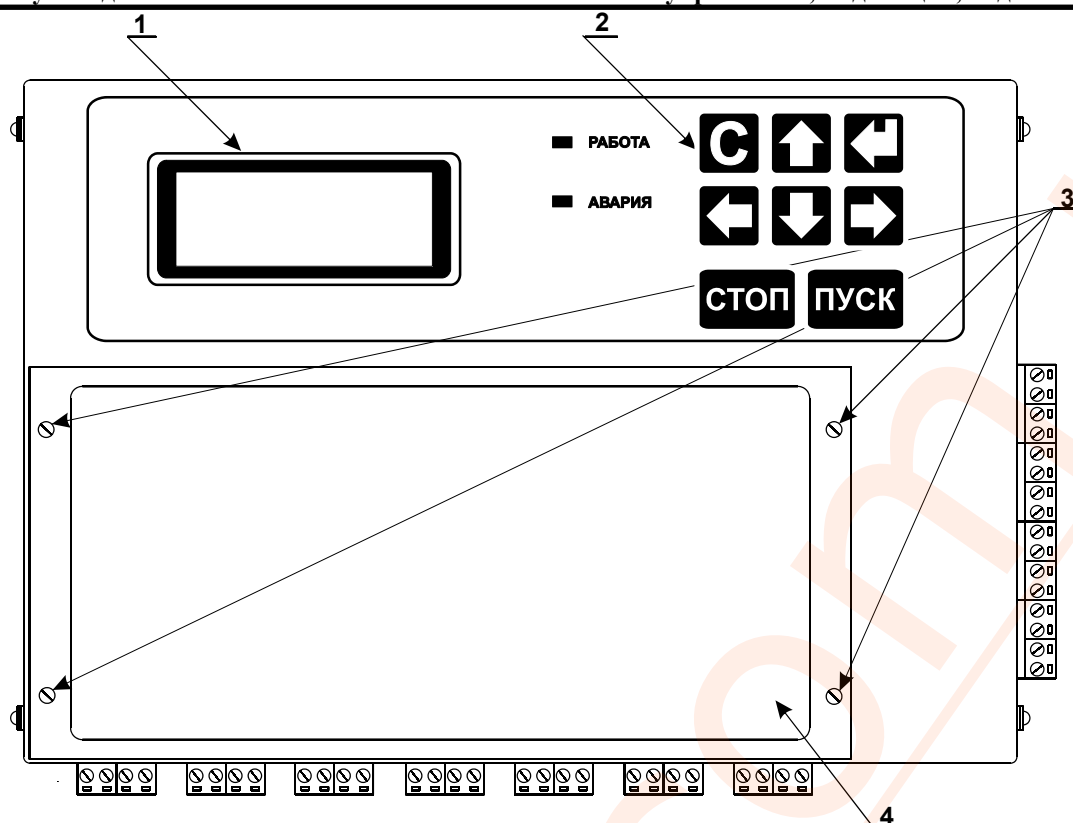

Рисунок 4. Прибор, вид сверху
2. Снять защитную крышку Рисунок 4(4).
На верхней панели прибора располагаются элементы управления – восьмикнопочная мембранная клавиатура Рисунок 4(2) и индикации – жидкокристаллический символьный дисплей Рисунок 4(1). При помощи клавиатуры производятся все настройки параметров работы прибора и запуск регистрации электрических сигналов. Текущие значения параметров работы прибора, значения входных сигналов и информация о состоянии прибора отображается на экране дисплея.